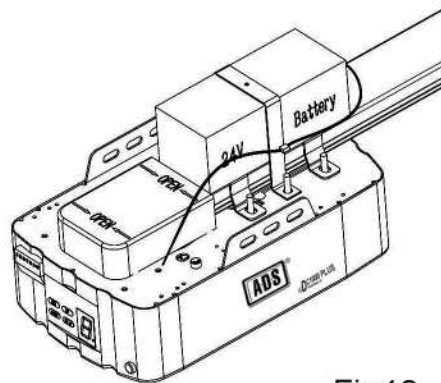

Fig.18
2. Conecte la Batería de Respaldo al Abrepuertas de Garage (Fig.18).